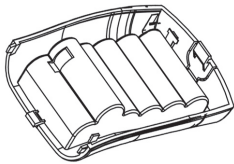

Figure 3
2. Insérez la batterie selon les marques de polarité (+ et -). Voir Figure 3.